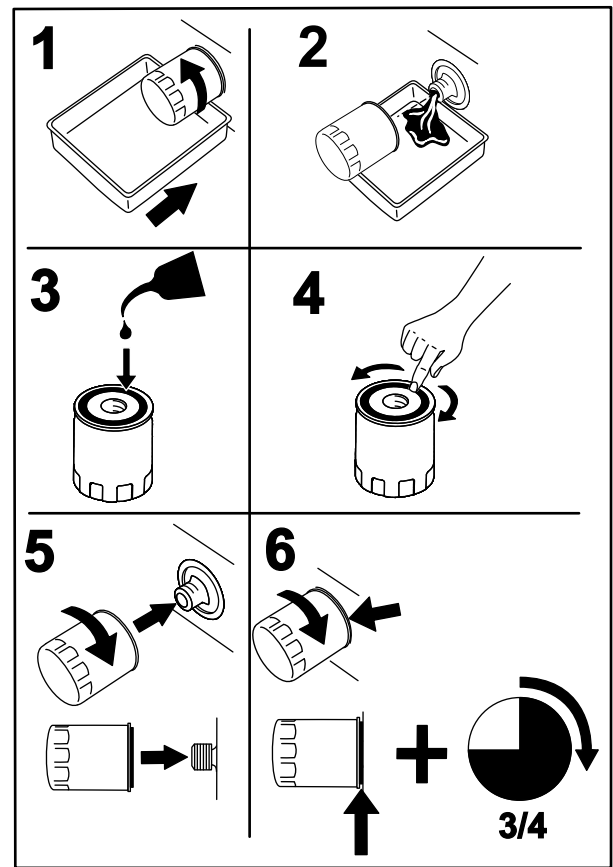

Figure 50
- Remplacez le filtre à huile moteur (Figure 50).